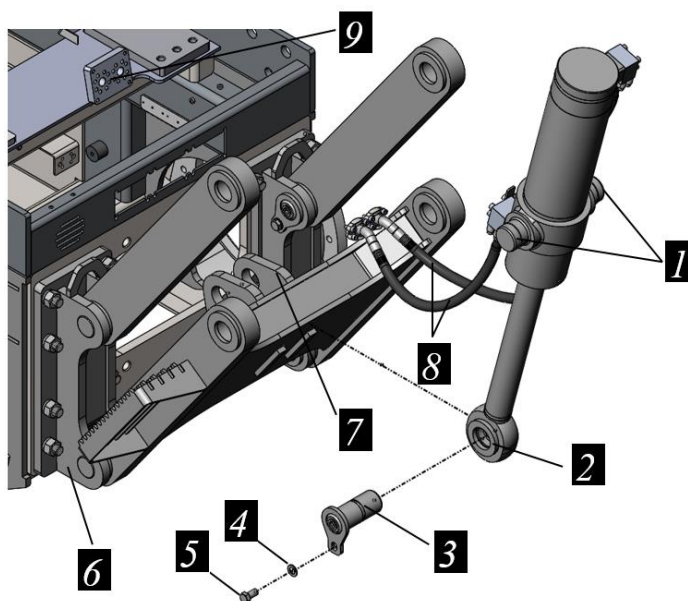

Рисунок 13.19. Гидроцилиндр рыхлителя
- ▶ Используя цапфы 1 поднять гидроцилиндр, рис. 13.19;